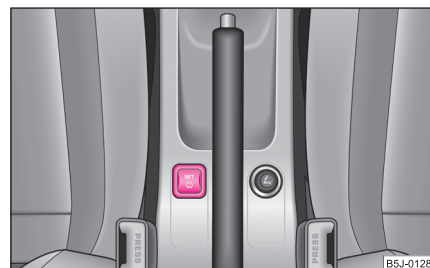

Fig. 147 Touche de réglage de la valeur de contrôle pour la pression des pneus
- Appuyez pendant plus de 2 secondes sur la touche **SET** (L) ⇒ page 154, fig. 147. Le témoin de contrôle (L) s'allume en appuyant sur la touche. Les valeurs de base sont mémorisées simultanément, ce qui est confirmé par un signal acoustique et l'extinction qui s'ensuit du témoin de contrôle (L).
- Si le témoin de contrôle (L) ne s'éteint pas après le réglage de base, il y a un défaut dans le système. Rendez-vous chez le concessionnaire le plus proche.